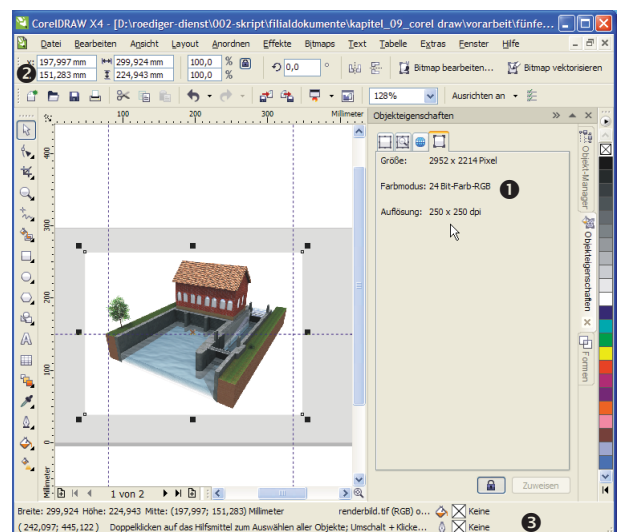

Abb. 9-39: Anzeige der Bildeigenschaften
- AF OBJEKTEIGENSCHAFTEN | BITMAP: Größe (Breite und Höhe) in Pixeln, Farbmodus und Auflösung (Abb. 9-39, ❶).
- SL EIGENSCHAFTSLEISTE (Abb. 9-39, ❷): Position (des Mittelpunktes), Höhe und Breite in mm (Linealeinheit), Position und Größe können durch Eingabe neuer Werte geändert, das Bild kann gedreht und gespiegelt werden.
- STATUSZEILE (Abb. 9-39, ❸): Höhe und Breite in mm (Linealeinheit), Position des Bildmittelpunkts, ggf. Dateiname; Ebene, auf der das Bild liegt und Farbmodus. Alle Angaben sind informativ.
Die Änderung der Werte kann im **AF OBJEKTEIGENSCHAFTEN | BITMAP** (Abb. 9-39) bzw. **DETAIL** beobachtet werden.